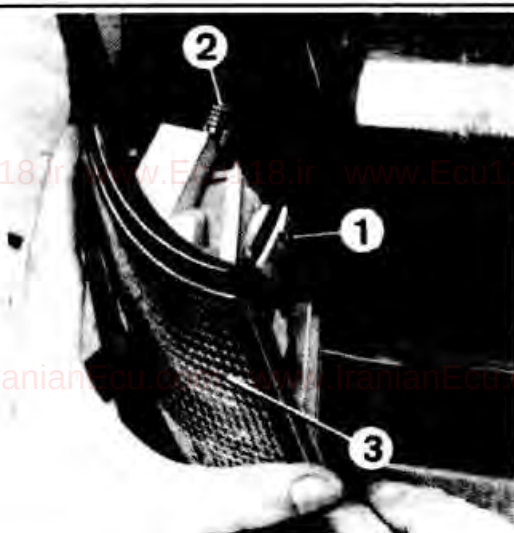

Рис. 1-35. Замена лампы передних указателей поворота:
- Сжать лапки крепления держателя лампы и вынуть держатель с лампой (рис. 1-35).